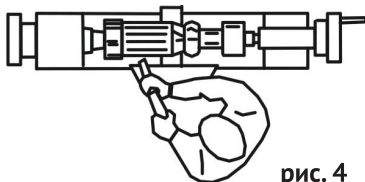

рис. 4
3.3.1 Рабочее положение оператора (рис.4):